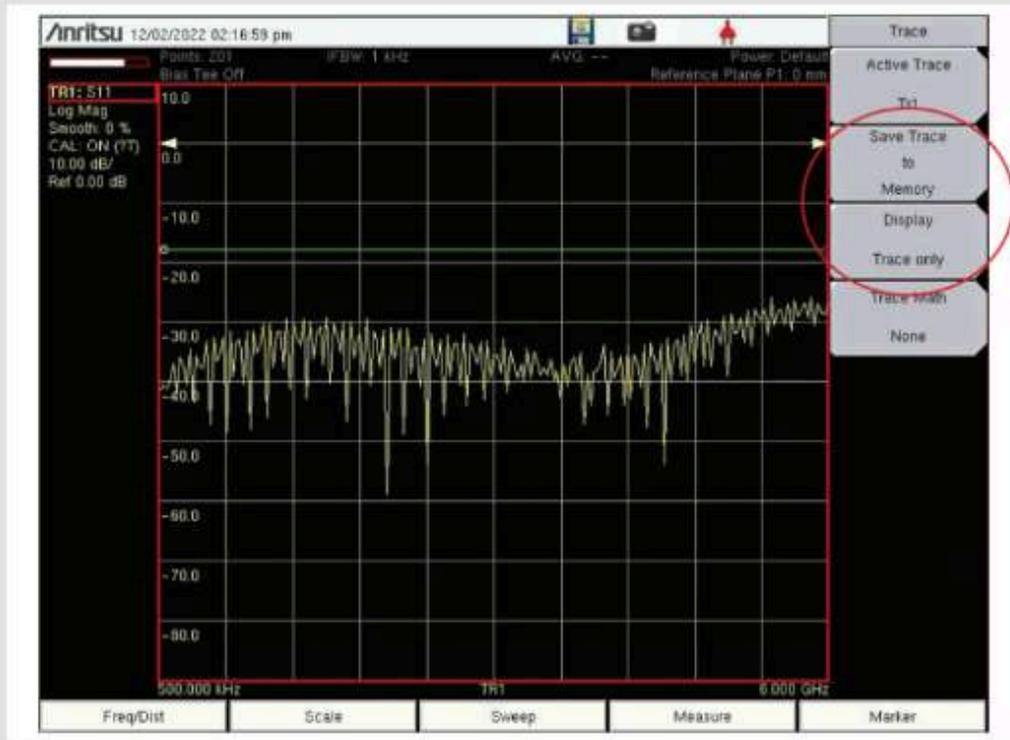
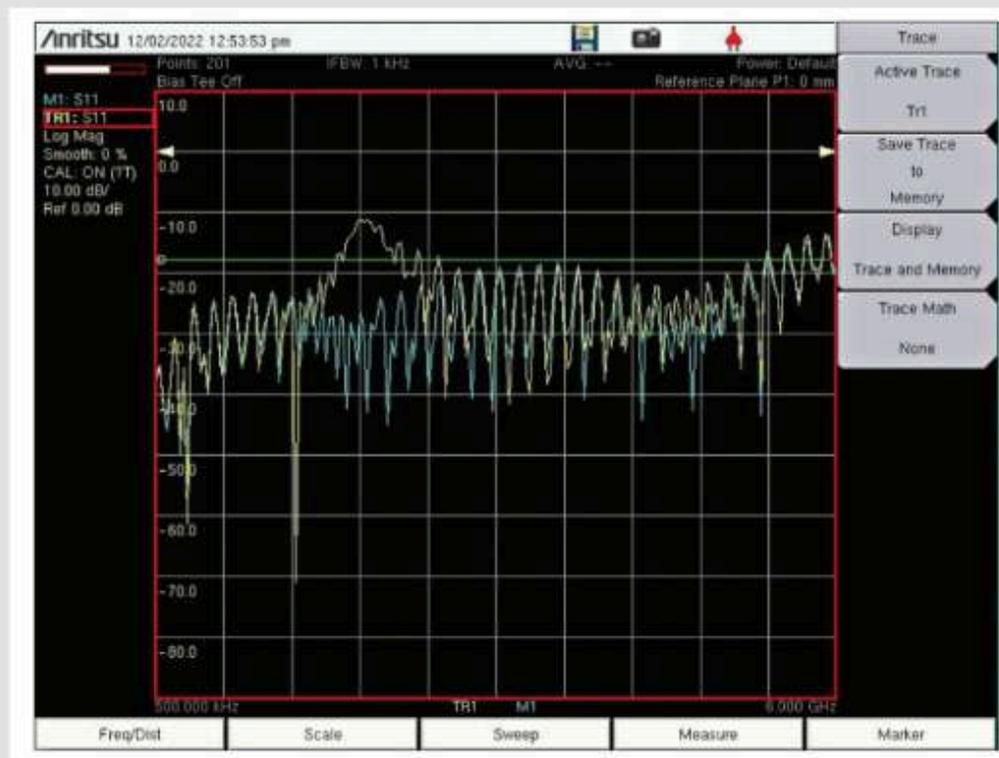

Figura 10
Figura 11
Il passo successivo consiste nel **salvare in memoria la traccia attiva**. Per accedere al menu della traccia, premere "shift" e poi il tasto "cinque" etichettato come traccia. Da qui, premere il tasto "salva traccia in memoria". Successivamente, selezionare il tasto "display" e selezionare "memory trace" e "live trace". La schermata del master VNA dovrebbe essere simile a quella della Figura 10.
**La misura deve rimanere invariata**, come si vede nella Figura 10. Se la misura cambia come nella Figura 11, il cavo di test è difettoso. Inoltre, la misura non deve mai superare la linea limite impostata.